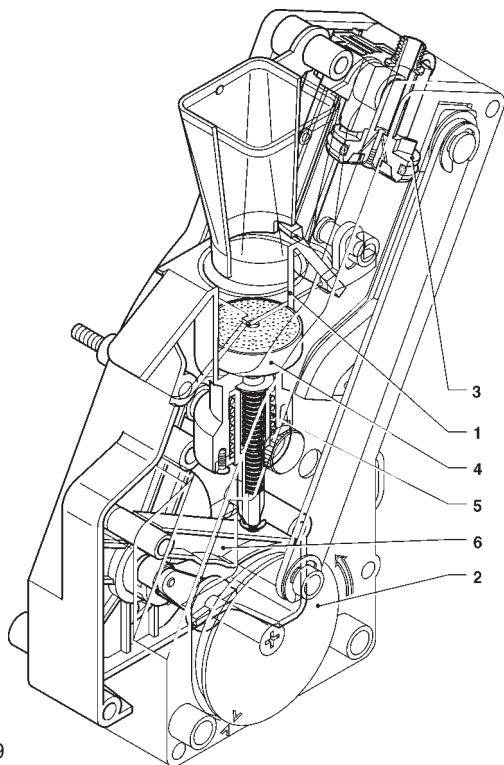

Fig. 19
Lorsqu'on effectue une sélection de café, durant le fonctionnement du moulin à café, le groupe accomplit une rotation de 180° de façon à ce que la chambre d'infusion se place en position verticale (voir fig. 19).
Le café tombe alors dans la chambre d'infusion (1) placée en position verticale (voir fig. 19).